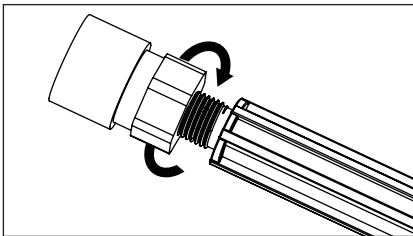

Abb. 2
1. Schrauben Sie den Düsenadapter auf das Sprührohr. (Abb. 2)